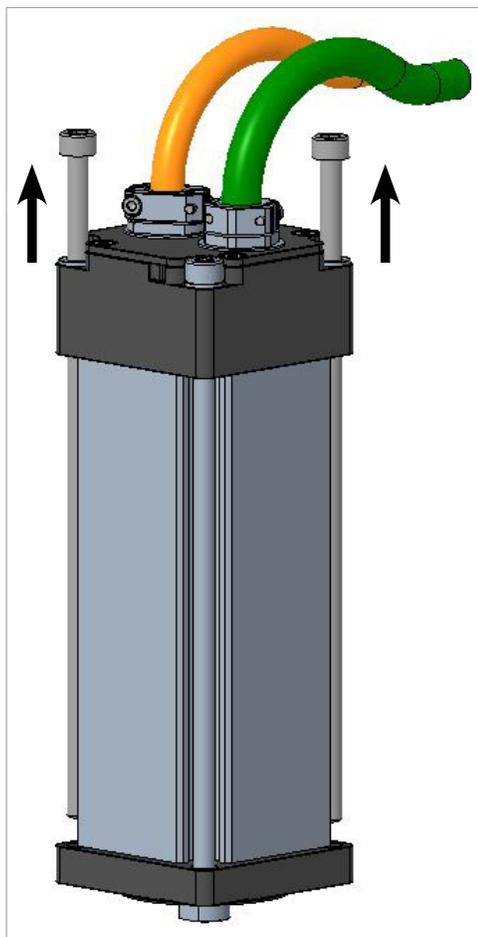

Figura 12-10 Extracción de los dos tornillos de montaje
3. Retire los dos tornillos de montaje SHCSM5X155. Consulte la Figura 12-10.